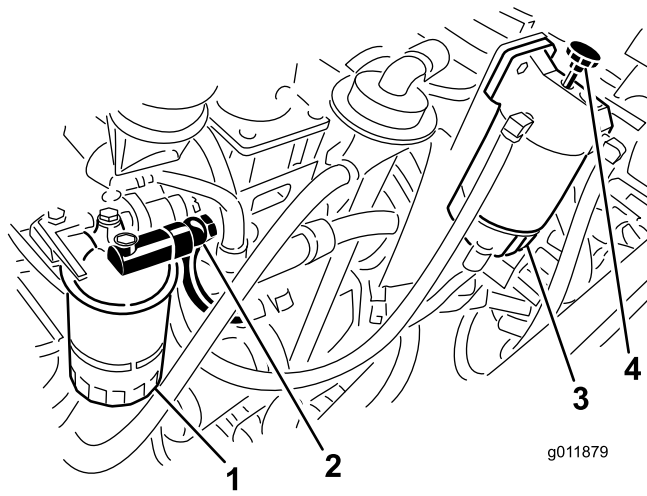

Figura 66
5. Afloje el acoplamiento de la carcasa del filtro de combustible (Figura 66).
6. Accione la bomba de cebado del separador de agua hasta que detecte un chorro continuo de combustible en el acoplamiento (Figura 66).